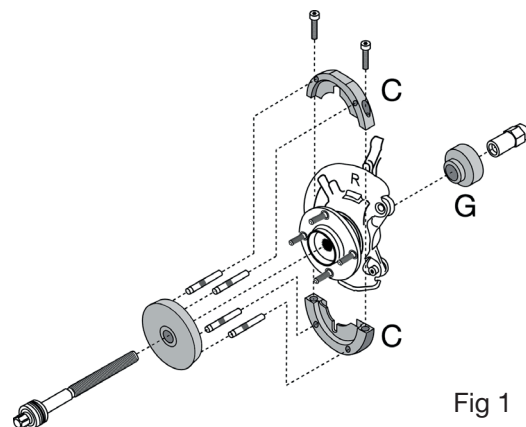
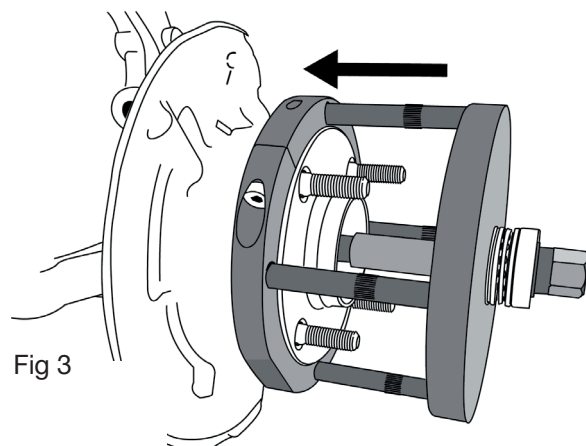

Fig 1
Fig 3
- Montare i gusci di rimozione (C) sul cuscinetto / flangia; fare riferimento allo schema (Fig 1), fissare con le viti di serraggio (D) in dotazione.
- Assemblare i quattro perni (E) alla piastra (B). L'o-ring di gomma sul perno trova alloggiamento nell'attacco della piastra.
- Sul retro del mozzo, montare l'adattatore per estrazione (G) sull'estremità della vite principale. L'estremità del collare adattatore va verso la vite principale - fare riferimento alla Fig 1.
- Fissare l'utensile assemblato con il dado della vite principale (F). Avvitare il dado della vite principale con forza, verso la vite di forzatura - fare riferimento alla Fig 1.
- Fare riferimento alla Fig. 3: Posizionare il gruppo piastra / perno sui gusci e montare la vite di forza principale attraverso il gruppo piastra / perno.
- Da dietro, montare l'adattatore per l'inserimento (I) sull'estremità della vite di forzatura in modo che si trovi sul bordo esterno nella parte posteriore del supporto mozzo.
- Fissare l'utensile assemblato con il dado della vite (F). Avvitare il dado della vite con forza lungo la vite di forzatura - fare riferimento alla Fig 1.